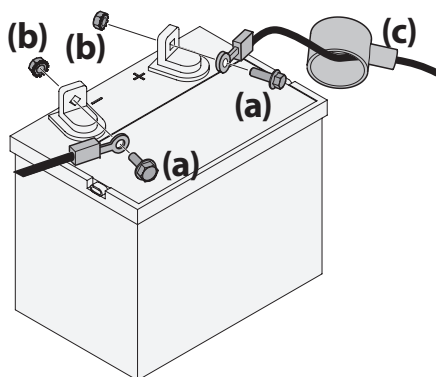

Figure 14
1. Retirez le protecteur en plastique, le cas échéant, de la borne positive. Connectez le raccord rouge à la borne positive (+) avec un boulon (a) et un écrou (b). Voir Figure 14.
2. Retirez le protecteur en plastique, le cas échéant, de la borne négative de la batterie et fixez le câble noir à la borne négative (-) avec un boulon (a) et un écrou (b). Voir Figure 14.